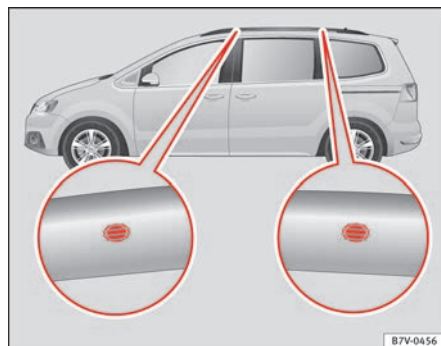

Fig. 101 Pontos de fixação dos suportes básicos e do porta-bagagens do tejadilho.
⇒ Fig. 101.
- O suporte básico deve fixar-se exclusivamente nos pontos indicados na ilustração ⇒ Fig. 101.